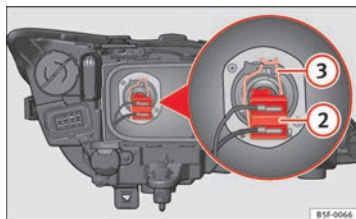

Fig. 181 Médios
- Retirar o conector ⇒ Fig. 181 ② da lâmpada.
- Desengate a mola de fixação ⇒ Fig. 181 ③ pressionando-a para dentro e para a direita